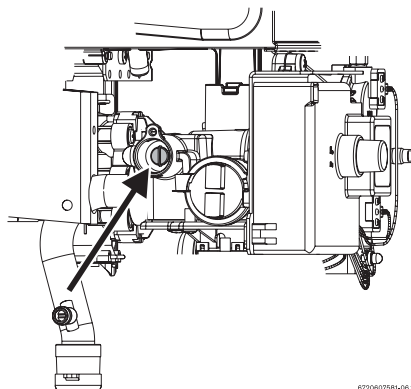

Fig. 14 Șurub de reglare pentru debit maxim de gaz
- ▶ Se desface garnitura de pe șurubul de reglare (fig. 14).
- ▶ Folosind șurubul de reglare (fig. 14), reglați presiunea până atinge valorile indicate în tabelul 6.